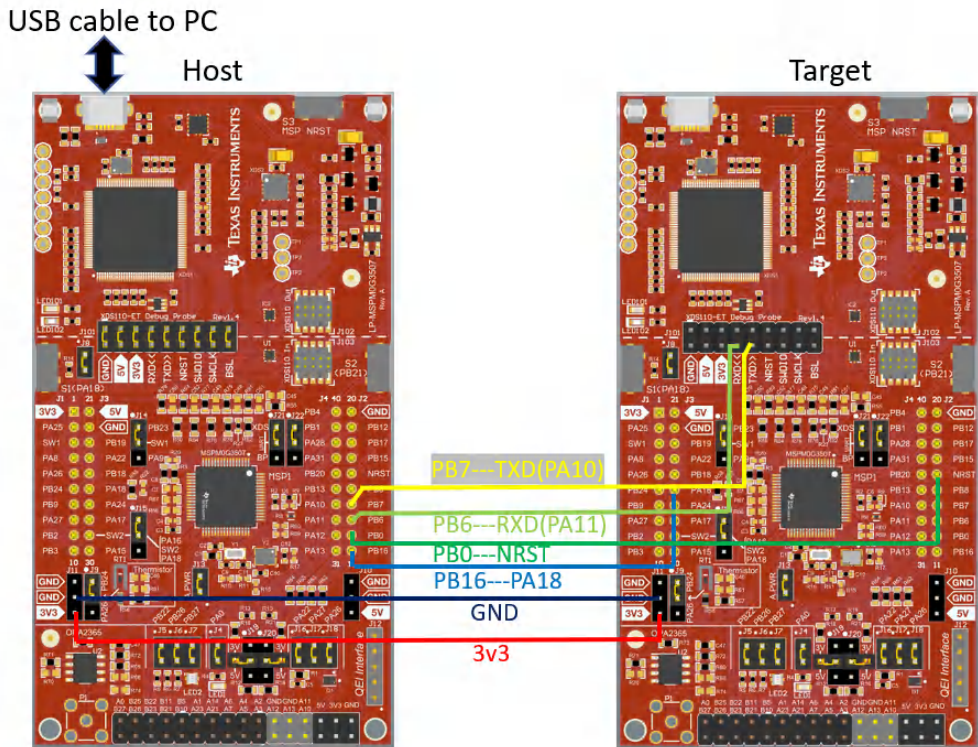

图 3-3. 硬件信号连接
1. 按图 3-3 所示连接硬件信号。此示例使用 UART，因此无需连接 I2C 信号。